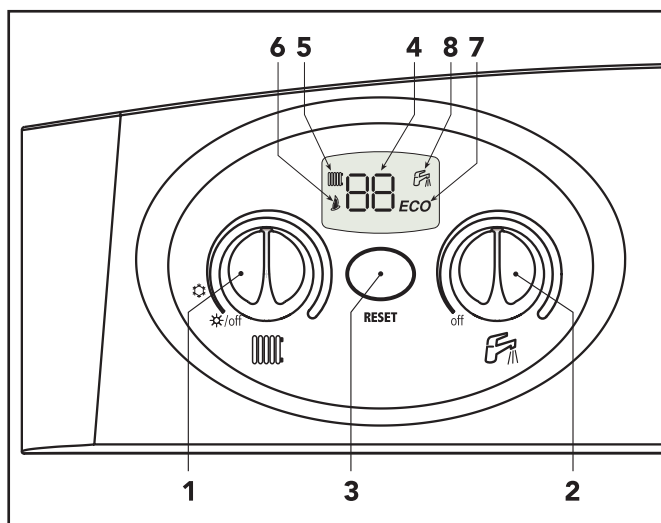

fig. 1
Pendant le fonctionnement normal, le contrôle diagnostic de la chaudière envoie des informations concernant son état à travers l'afficheur (fig.1).
Tourner les deux sélecteurs (rep. 1 et 2 fig. 1) en les positionnant au minimum.
Pour régler la température de départ installation, tourner le sélecteur (ref. 1 - fig. 1).
Pour régler la température de l'eau sanitaire, tourner le sélecteur (ref. 2 - fig. 1).
Blocage chaudière	Vérifier si les robinets des gaz en amont de la chaudière et sur le compteur sont ouverts. Appuyer sur le bouton multifonction (pendant 1 seconde) (fig.1). En cas de blocage répété de la chaudière, contacter le centre d'assistance technique.